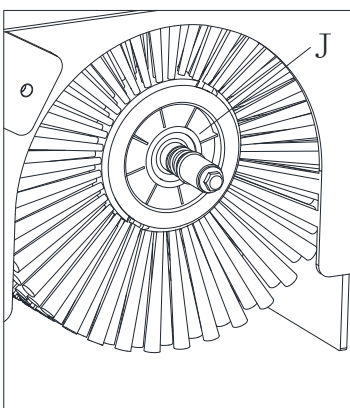
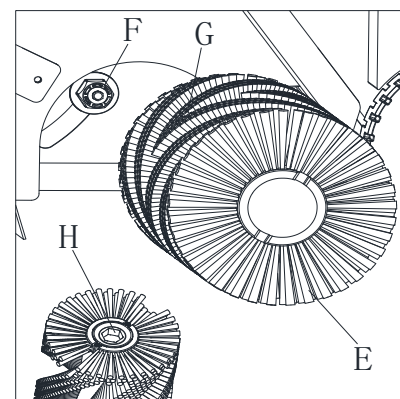

Figura 26
Figura 24
6. Retire el cepillo principal (E, Figura 24) junto con el cubo (J, Figura 26).
7. Controle que el cubo arrastrador (F, Figura 24) esté libre de suciedad o materiales extraños (cuerdas, cordones, etc.) enrollados accidentalmente.
8. El nuevo cepillo principal debe instalarse con el patrón de cerdas como indicado en la figura (G, Figura 24).
9. Coloque el nuevo cepillo principal y asegúrese de que la malla hexagonal (H, Figura 24) encaje correctamente en el cubo arrastrador (F, Figura 24).
10. Coloque el cubo (J, Figura 26) en el cepillo principal.